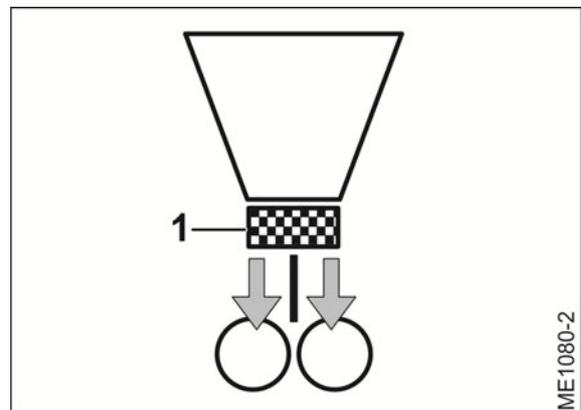

Рис. 92
- дозатор (Рис. 92/1) равномерно снабжает обе распределительные головки посевным материалом или удобрениями.